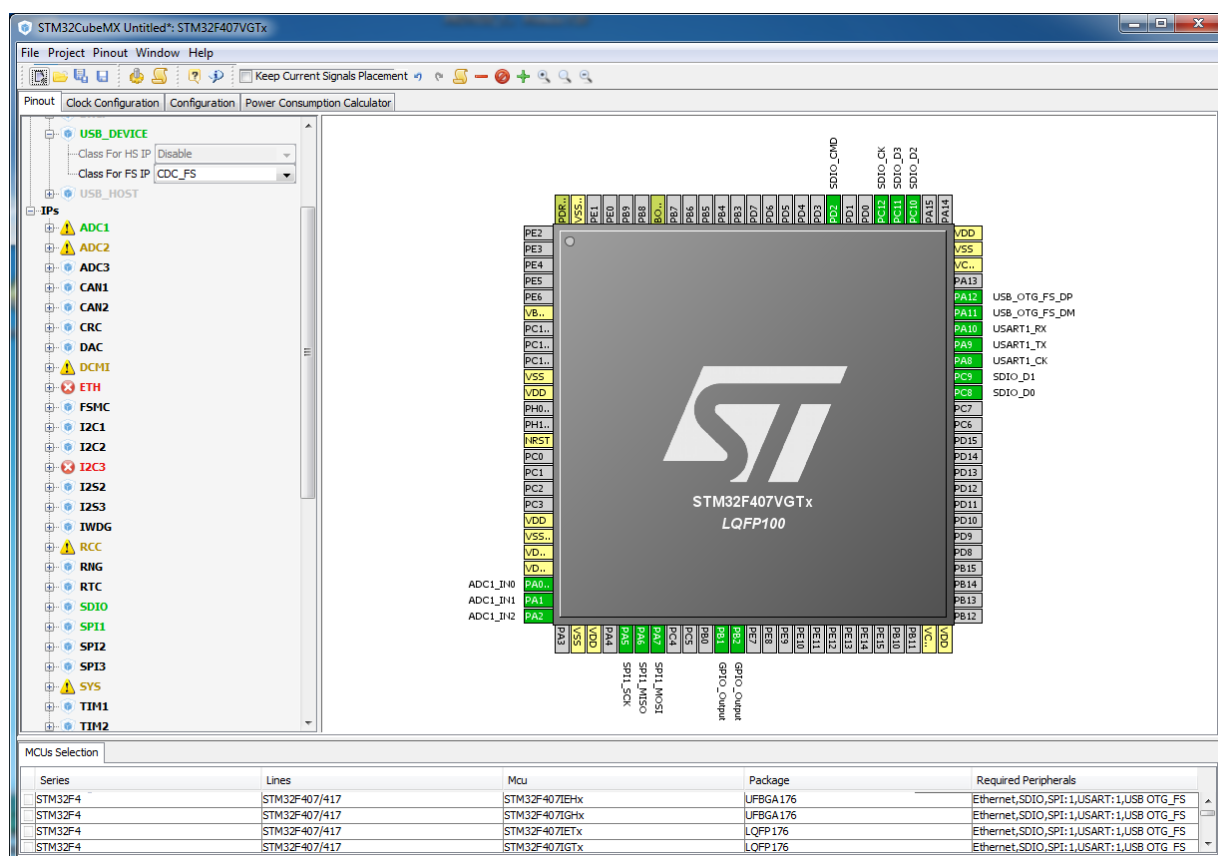

Рис.2.2 STM32CubeMX.
- STM32CubeMX (Рис. 2.2)– графический редактор для конфигурирования микроконтроллеров STM32, позволяющий автоматически генерировать конфигурационный С-код и «скелет» прикладной программы с помощью набора визуальных утилит. Благодаря STM32CubeMX этап создания функций инициализации происходит очень быстро. При этом от программиста не требуется написание ни единой строки кода, хотя, конечно, алгоритмическую и смысловую части программы по-прежнему нужно создавать вручную.